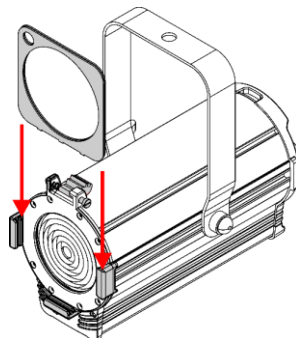

Abb. 11
- 03) Schieben Sie den Farbrahmen in die **Farbrahmenhalterungen (04)** (siehe Abb. 11).